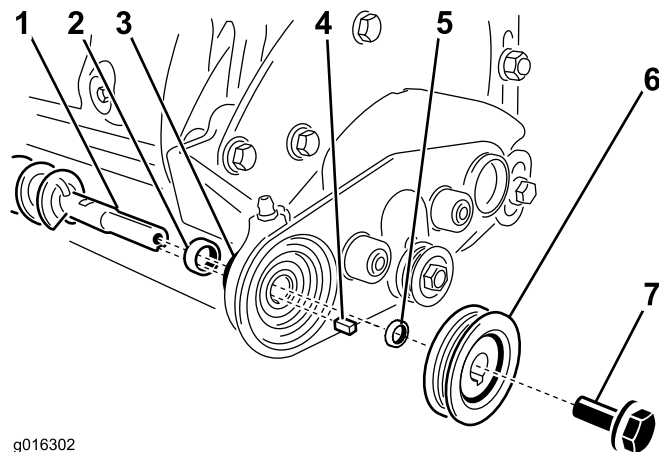

Рисунок 6
- B. Наденьте запорное кольцо на буртик вала щетки. Вставьте вал щетки через подшипник в правую опору щетки; см. Рисунок 6.
- C. Вставьте квадратную шпонку в вал и проставку. (Рисунок 6).
- D. Наденьте ведомый шкив на вал и закрепите его болтом с контрящей смазкой (Рисунок 6); затяните с моментом от 15 до 16 Н·м.